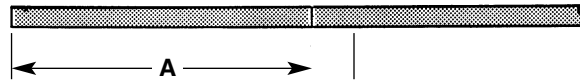

Рис. 3
- Для первого изгиба замерьте расстояние по чертежу от конца трубки и поставьте метку используя шкалу на кронштейне приводного рычага. (Рис. 3)